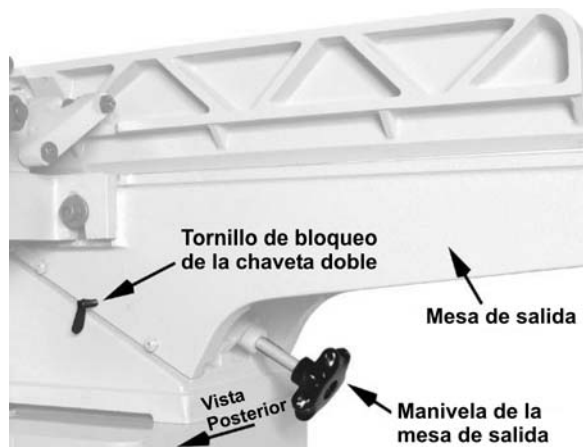

Figura 22
5. Afloje ambos tornillos de bloqueo de la chaveta doble (Figura 22).
7. Bloquee la *mesa de salida* a esta altura ajustando el tornillo de bloqueo de la chaveta doble (Figura 22). El ajuste de la mesa de salida está terminado.